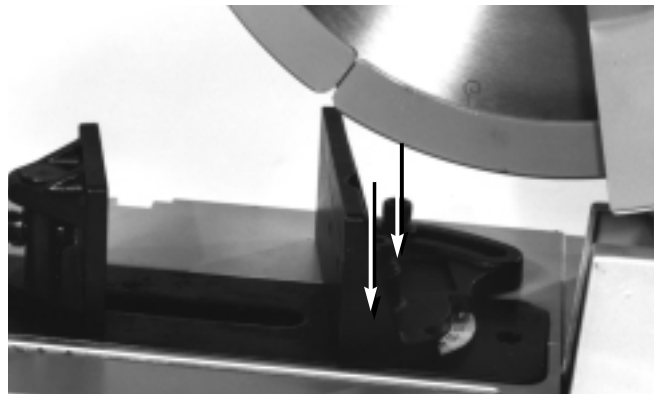

Figure 2 – Réglage de la plaque de guidage pour coupe biaisé
1. Cette tronçonneuse est équipée d'un étau à deux leviers qui peut être ajusté à des angles de coupe allant de 45° à 90°, à gauche comme à droite. Pour régler l'étau, desserrez les deux boulons de la plaque de guidage et mettez-la à l'angle voulu (*Figure 2*). Resserrez les boulons pour bloquer la plaque de guidage.